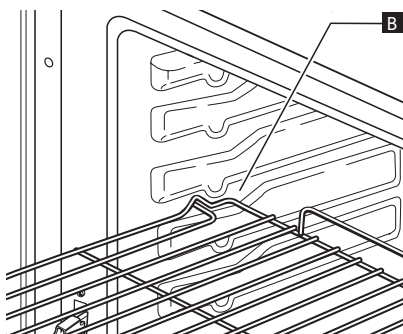

Abb. 2
2. Kippen Sie den Rost auf Höhe der Blockierung „B“ (Abb. 2).